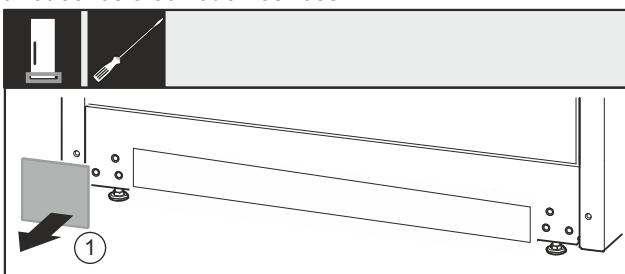

Fig. 35
- ▶ Retire la cubierta Fig. 35 (1).